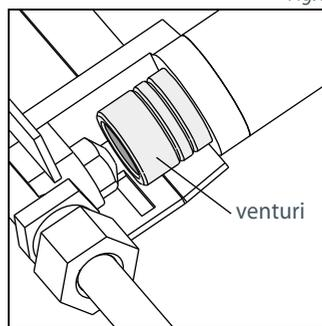

Fig.2
- 8 Remise en marche du venturi (voir Fig.2):